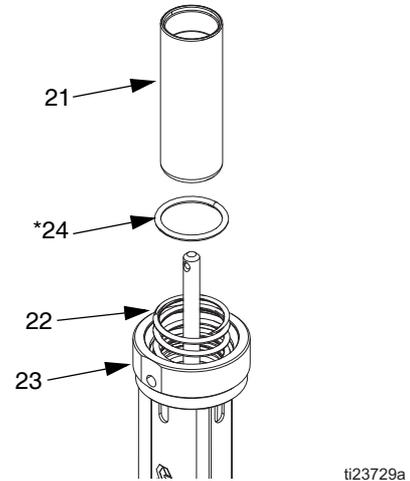

FIG. 15
6. Far scivolare il pistone dell'aria (21) fuori dalla parte superiore della base del motore pneumatico (23). Rimuovere gli anelli (24\*) dalla base del motore pneumatico. Ispezionare tutte le parti, inclusa la molla (22) nella base del motore pneumatico, cercando eventuali danni. Vedere FIG. 15.